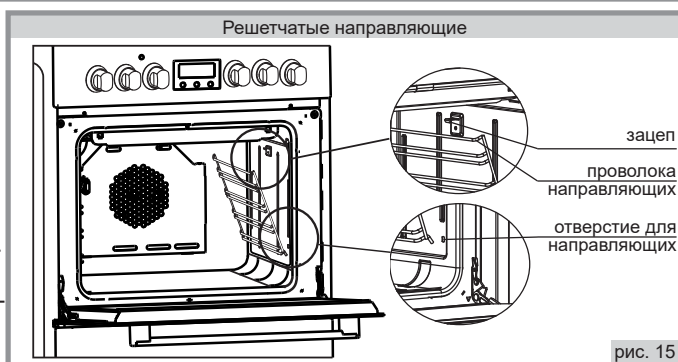

рис. 15
19.5.1. Для снятия решетчатых направляющих нужно (рис. 15):